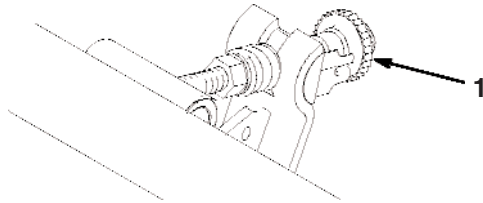

Bild 3
1. Zum Drehen der Einstellschraube am Untermesser benötigen Sie einen 19-mm-Schraubenschlüssel. Jede Raste an der Einstellschraube bewegt das Untermesser 0,013 mm (Bild 3). Stellen Sie sicher, dass die Spindel das Untermesser nicht berührt, indem Sie die Untermessereinstellung entgegen dem Uhrzeigersinn drehen.